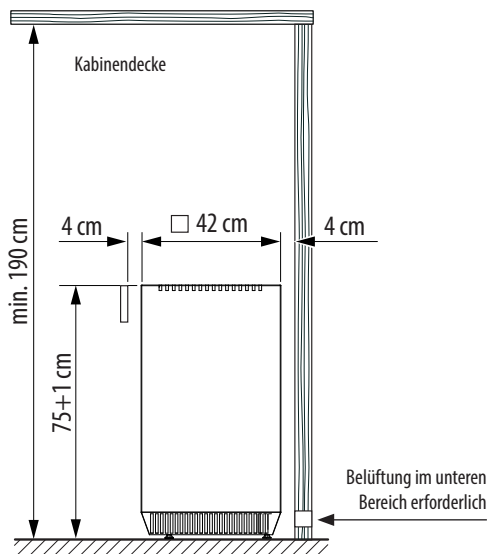

Abb. 1
- Die Mindesthöhe der Saunakabine muss innen **190 cm** betragen (Abb. 1).